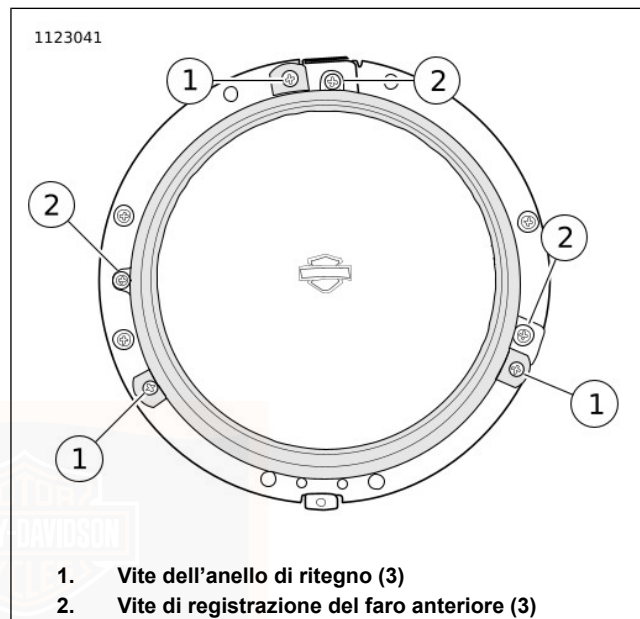

Figura 93. Anello di ritegno del faro anteriore
3. Vedere Figura 93 . Rimuovere le viti (1) che fissano l'anello di ritegno.
2. Vedere Figura 93 . Fissare il faro con l'anello di ritegno e le viti (1). Serrare.